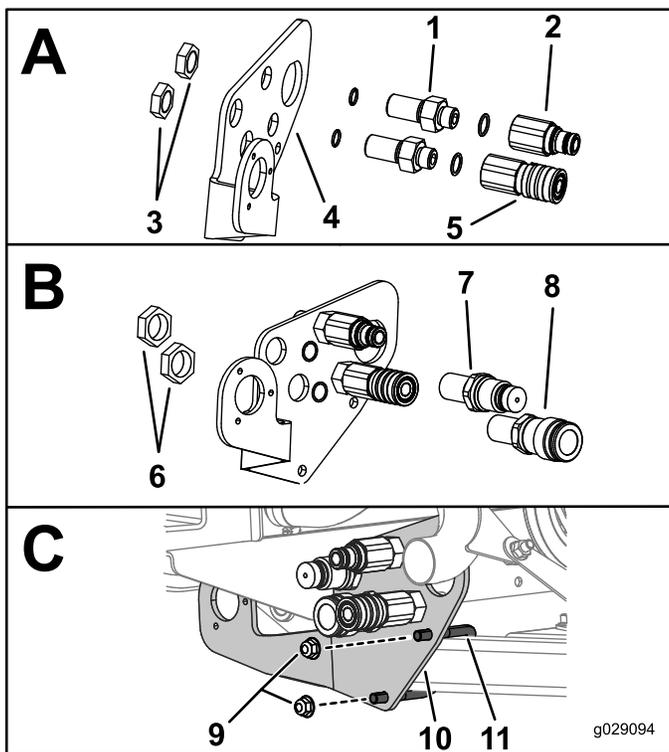

Figura 17
1. Instale los acoplamientos en la chapa del tabique como se muestra en Figura 17.
2. Sujete provisionalmente la chapa del tabique al bastidor con un perno en U y 2 tuercas con arandela prensada (3/8") como se muestra en el Dibujo C de Figura 17.